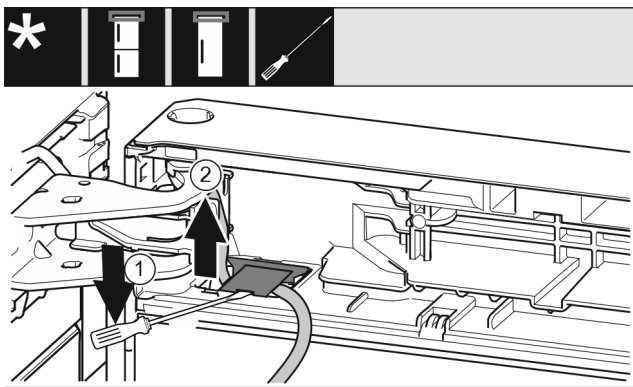

Fig. 21
- Met de sleufschroevendraaier de afdekking optillen en eruit trekken. Fig. 21 (1)
- De kabel er uittrekken. Fig. 21 (2)